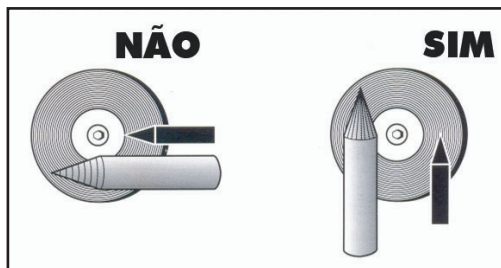

Figura 2
2. A ponta do eletrodo de tungstênio pode estar contaminada, neste caso retire a contaminação em um esmeril (figura 2).